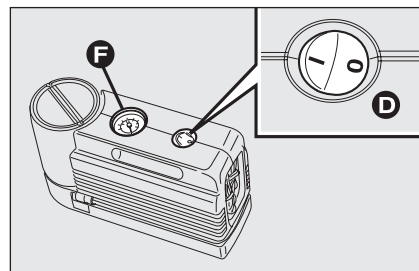
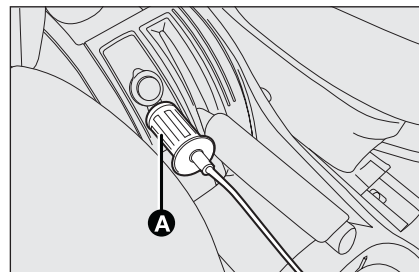

fig. 6
fig. 7
- ❑ assicurarsi che l'interruttore **D**-fig. 6 del compressore sia in posizione **0** (spento), avviare il motore, inserire la spina **A**-fig. 7 nell'accendisigari (o presa 12V) e azionare il compressore portando l'interruttore **D** in posizione **I** (acceso). Gonfiare il pneumatico alla pressione prescritta nel paragrafo "Pressione di gonfiaggio" del capitolo "Dati Tecnici".
Per ottenere una lettura più precisa, si consiglia di verificare il valore della pressione sul manometro **F-fig. 6** con il compressore spento;